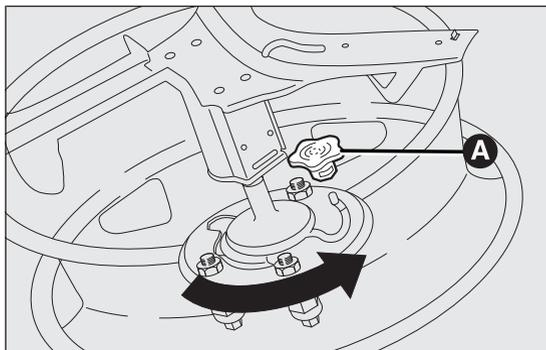

fig. 126
- fijar el soporte dentado de la rueda pinchada con los 2 tornillos (introducir el soporte desde el exterior de la rueda). Volver a enganchar el cable metálico de retención en su alojamiento e introducir el capuchón de protección A fig. 126;